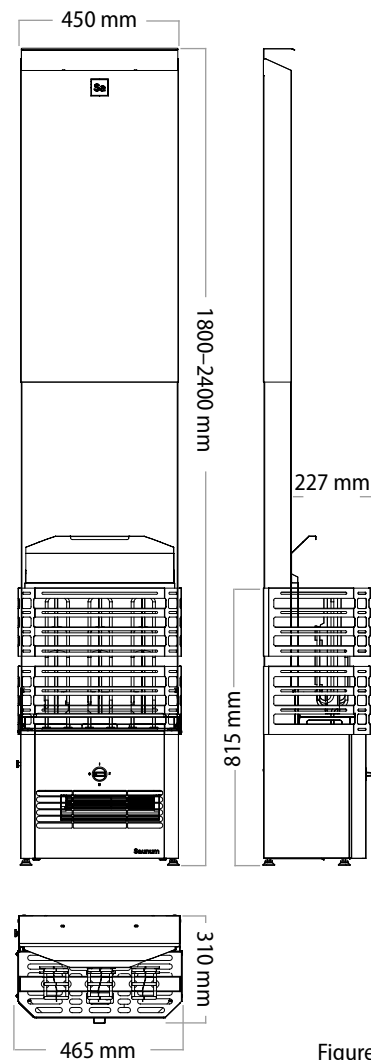

Figure 1
- Les dimensions du dispositif sont indiquées aux figures 1 et 2 (voir page 157).